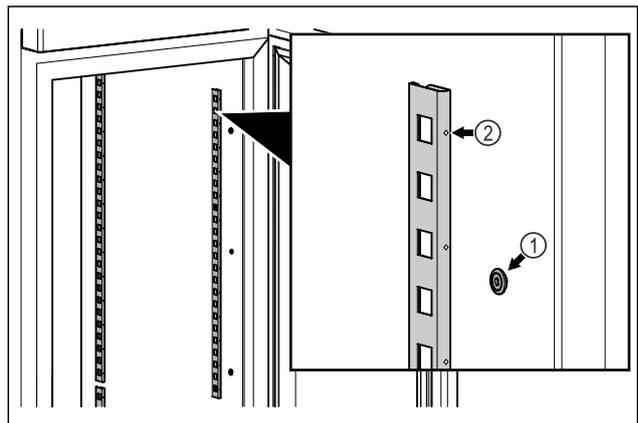

Fig. 15 Représentation à titre d'exemple
- ▶ Accrocher les bandes d'encliquetage dans la suspension Fig. 15 (1). Le repère Fig. 15 (2) doit pointer vers l'avant.